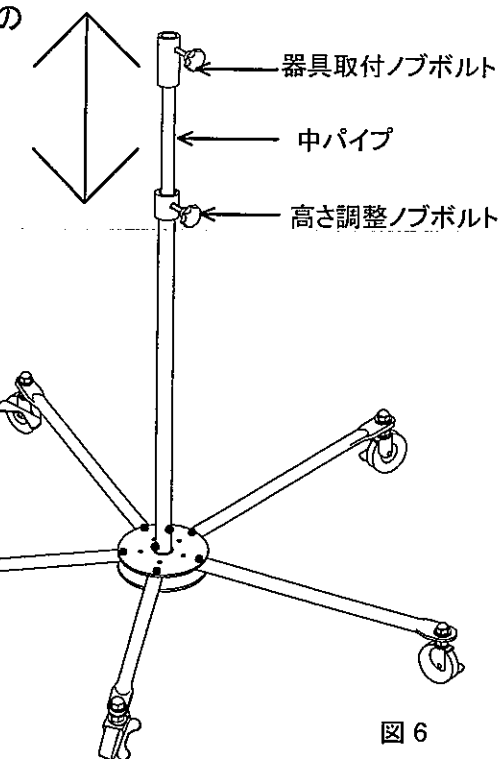

図6
- ・ 高さ調整は、5脚スタンド上から2つ目の「高さ調整ノブボルト」をゆるめて、中パイプを上下に移動させて行います。希望の高さになったら、高さ調整ノブボルトを締めこんで固定してください。図6